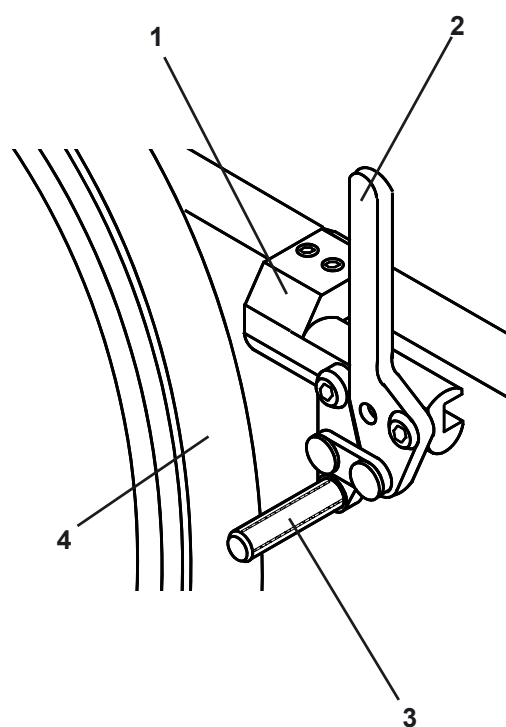

Fig. 18
Les freins en position haute à pousser sont montés sur le fauteuil Quickie RX/RXS version standard (Fig. 18). Le frein est monté sur un système de serrage (1) et est correctement réglé avant de quitter l'usine. Pour faire fonctionner le frein, pousser simplement le levier (2) vers l'avant jusqu'à sentir qu'il dépasse le centre et que la barre (3) bloque le pneu (4). Le levier (2) peut avoir une extension amovible qui peut être retirée pour laisser de l'espace pour les transferts latéraux. Lorsque le frein est appliqué, retirer l'extension du levier en la sortant du frein. La remettre lorsque vous êtes de nouveau installé. Elle est attachée par un cordon au frein et ne peut pas tomber.